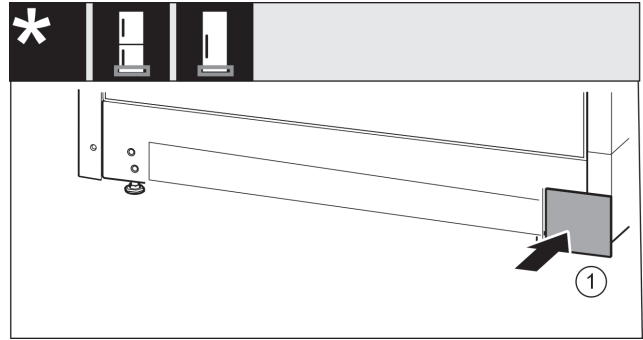

Fig. 20
- ▶ Снова установите крышку с другой стороны. Fig. 20 (1)